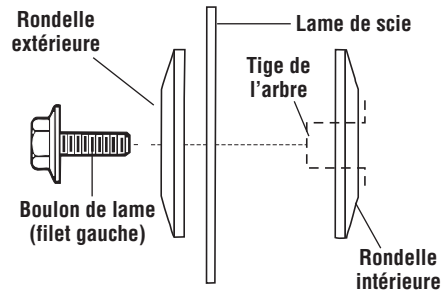

Figure 2. Ferrures de lame
5. Enlevez le boulon de lame, la rondelle extérieure et la lame. N'enlevez pas le rondelle intérieure (Figure 2).
3. Desserrez les têtes de boulons 'A' & 'B' d'au moins un tour complet à l'aide de la clé plate de 10 mm (Figure 2).